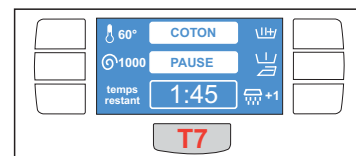

Fig.14a
MODIFICATION D'UN CYCLE DE LAVAGE (Fig.14a - Fig.14b - Fig.14c)
- Appuyer sur la touche **DEPART "T7"** pendant environ 5 secondes ; les mots **"COTON"** et **"PAUSE"** s'affichent (Fig.14a).